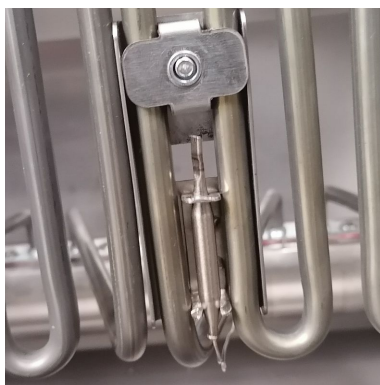

Рисунок 7
4. Закрепите баллон в кронштейне, см. Рис. 7.